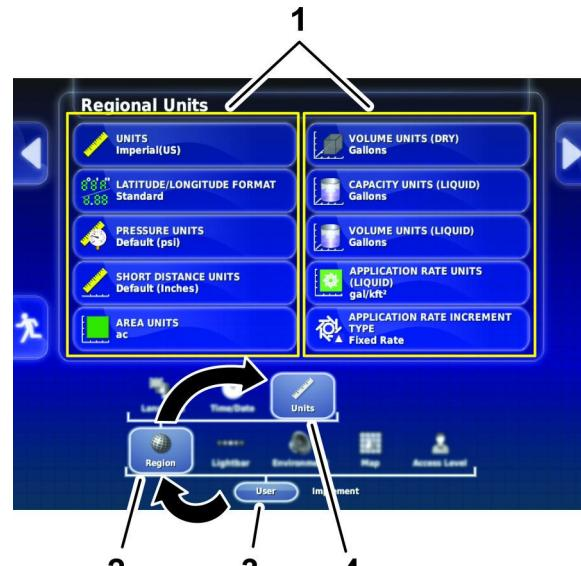

Bild 19
2. Tippen Sie auf das Symbol „User“ (Bild 19).
3. Tippen Sie auf das Symbol „Region“ (Bild 19).
4. Tippen Sie auf das Symbol „Units“ (Bild 19).